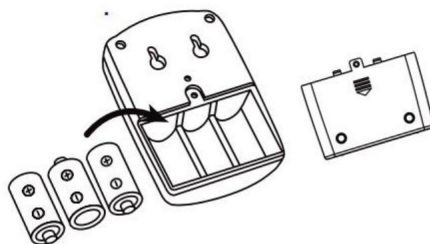

Fig. 5
6. Instale tres pilas tipo "C" en el receptor. (Fig. 5)